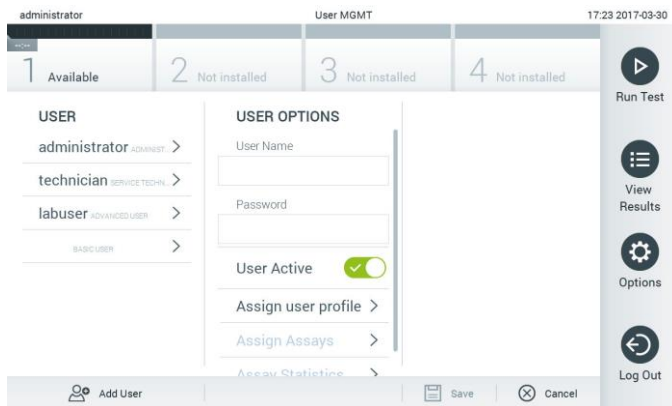

Figura 52. Aggiunta di un nuovo utente.
1. Premere il pulsante Options (Opzioni), quindi User Management (Gestione utenti) per configurare gli utenti. Nell'area dei contenuti del display, viene visualizzata la schermata User Management (Gestione utenti) (Figura 52).